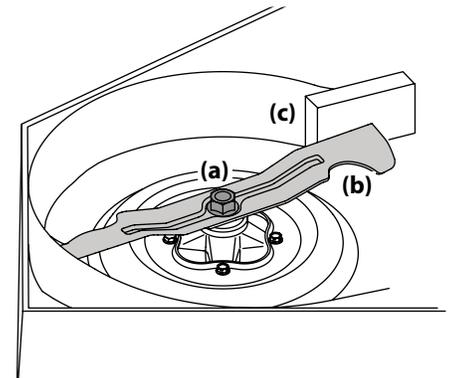

Figura 4-18
2. Use una llave de $\frac{1}{16}$ " para sostener la tuerca hexagonal en la parte superior del conjunto del husillo cuando afloje la tuerca hexagonal (a) que fija la cuchilla (b). Se puede colocar un bloque de madera (c) entre el alojamiento de la plataforma y el borde de corte de la cuchilla (b) para ayudar a aflojar la tuerca hexagonal (a) que fija la cuchilla. Vea la Figura 4-18.